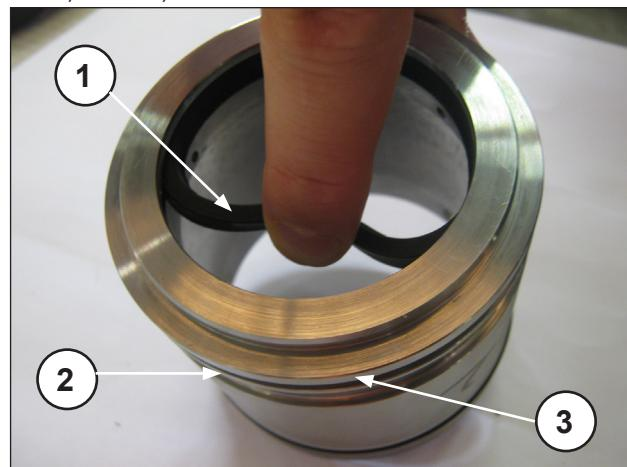

Рис. 165
Вставьте уплотнение низкого давления в опору сальниковой набивки (поз. ①, Рис. 165) так, чтобы уплотнительная кромка была направлена вперед (к торцу), кольцо O-ring и антиэксрузионное кольцо с O-ring (поз. ② и ③, Рис. 165).